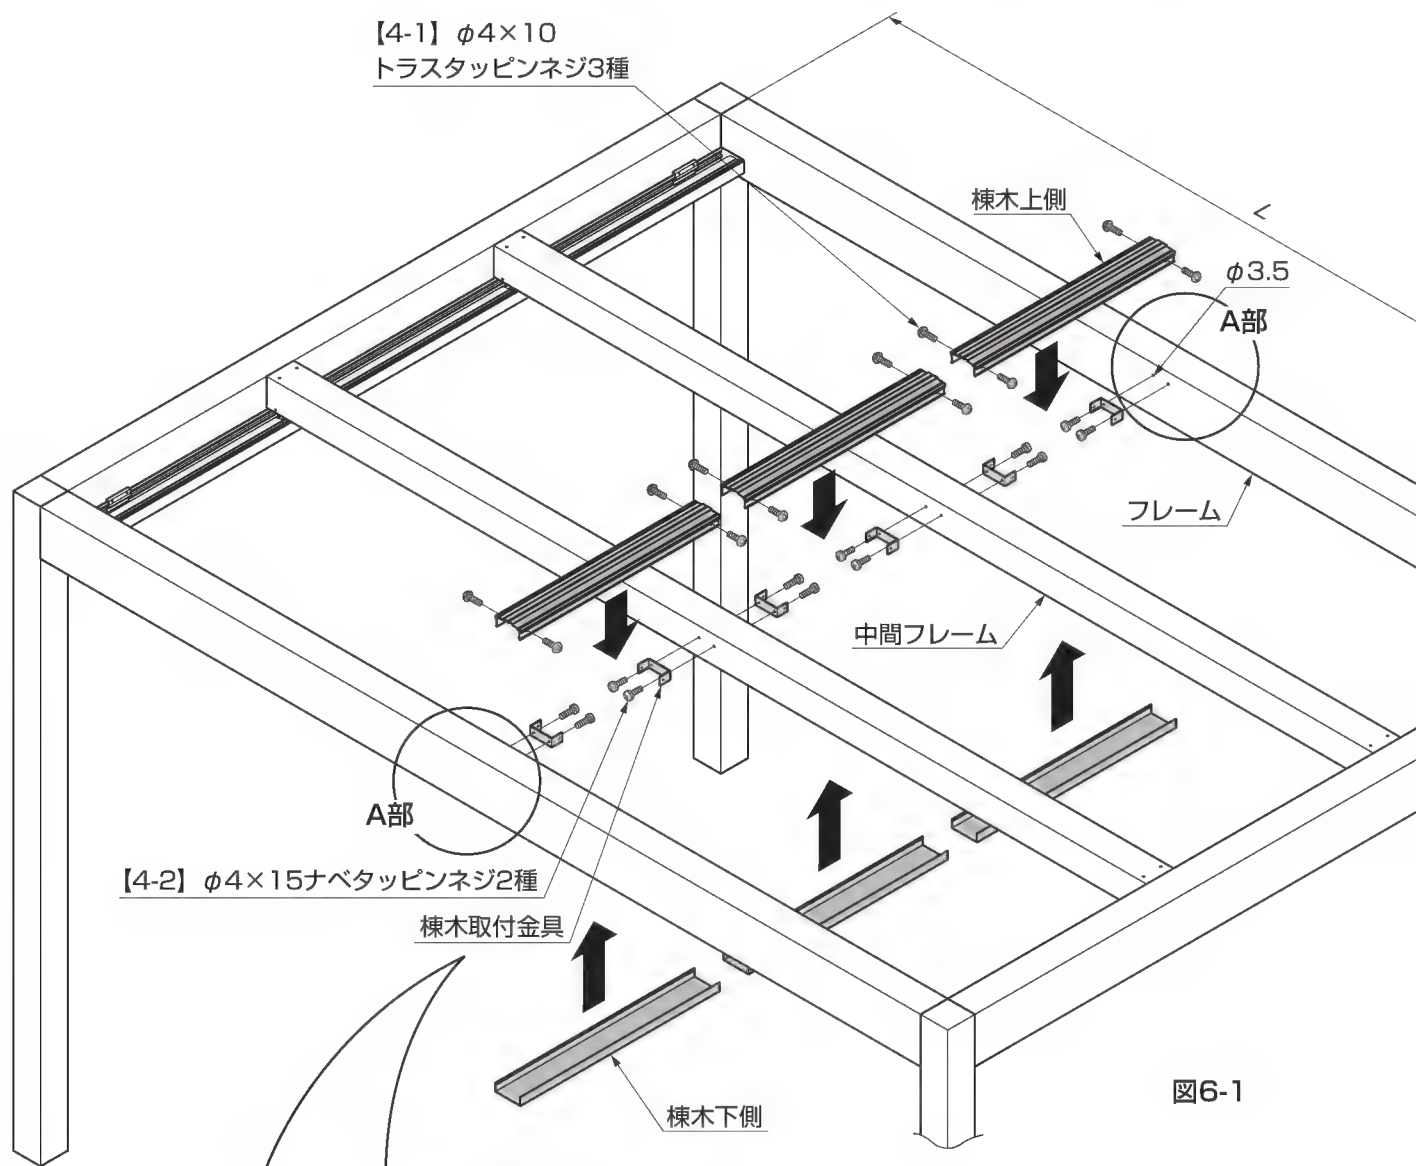

図6-1
- ①ルーフ取付穴位置治具をあてφ3.5の穴をフレームにあけてください。(図6-1、図6-2、図6-3、表6-1参照)
- ②棟木取付金具をフレーム、中間フレームに【4-2】で取付けてください。(図6-1参照)